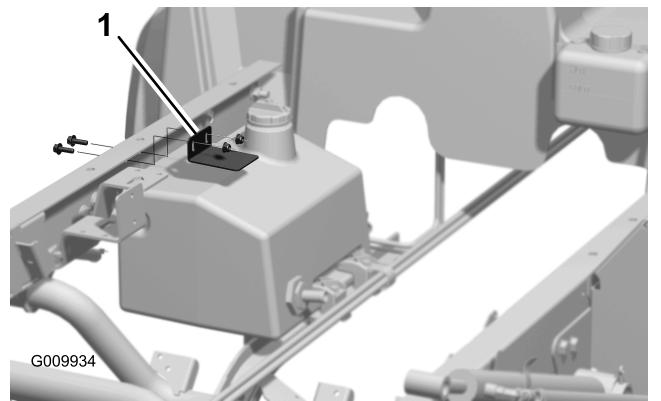

Figure 10
4. Fixez légèrement le dispositif de maintien du réservoir sur le profilé de châssis gauche à l'aide de 2 vis à embase (5/16" x 1") et 2 écrous à embase (5/16"), comme illustré Figure 10.